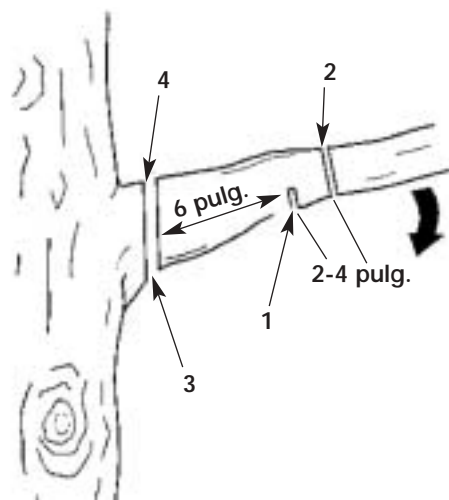

Fig. 7
1. Hacer el primer corte a unas 6 pulgadas de el tronco por debajo de la rama. Use la parte superior de la barra para hacer este corte. Corte 1/3 de diámetro de la rama (Fig 7).